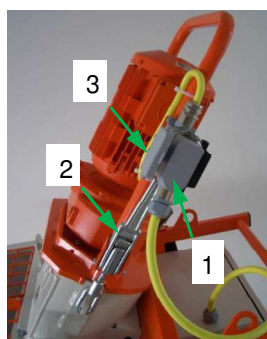

Fig. 52 : Ouvrir la bride de basculement du moteur
7. Rabattre la bride de basculement du moteur et la verrouiller avec le dispositif de fermeture rapide (2) (fig. 52).
8. Connecter la prise 10 pôles (1) (fig. 52).
9. Appuyer sur le bouton-poussoir vert (9) Tension de la commande « MARCHE » et laisser en marche pendant env. 5 à 10 secondes jusqu'à ce que la chambre de mélange soit propre.
10. Éteindre la machine avec le bouton-poussoir rouge Tension de la commande (10) « ARRÊT ».
11. Retirer la prise 10 pôles (1) (fig. :52), ouvrir le dispositif de fermeture rapide de la bride de basculement du moteur et faire basculer le moteur.